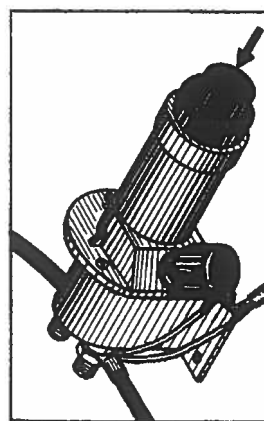

Рис. 19. Выключатель
**Выключатель аккумуляторных батарей** (рис. 19) расположен на кронштейне аккумуляторного контейнера. При отказе дистанционной системы управления выключатель можно выключить или включить нажатием на кнопку под резиновым чехлом.